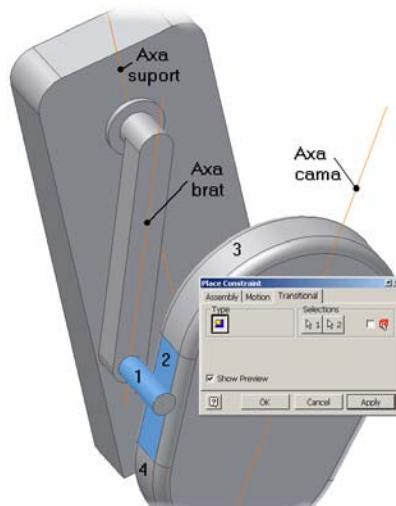
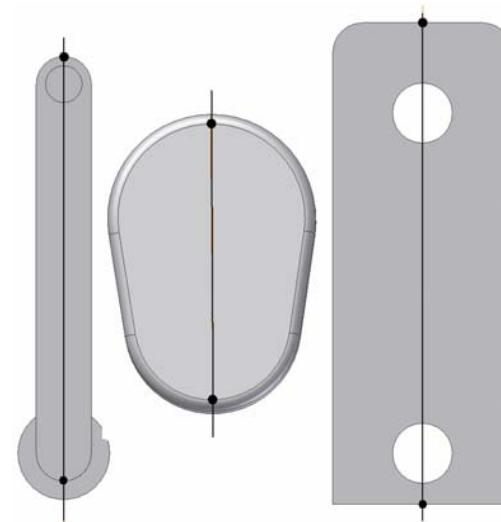

Figura 3.8.7.
Figura 3.8.8.
- aliniere **Transitional** suprafață cilindru $\Phi 4$ **Braț** suprafață laterală plană **camă** – lansare comandă **Constraint**, click punctul 1, click punctul 2, butonul **Apply**, figura 3.8.7. În urma operației, panelul **Browser Bar**, afișat în modul **Modeling View**, este completat cu intrarea **Transitional**; prin această constrângere se impune contactul suprafeței cilindrului $\Phi 4$ cu suprafața 2, inclusiv cu cele tangențiale acesteia (3, 4) precum și simetricele lor; astfel, prin acest tip de constrângere, deși ca a două suprafață de contact a fost selectată numai suprafața laterală plană 2, Autodesk Inventor extinde menținerea contactului și pe suprafețele din continuarea acesteia, adică pe toată suprafața laterală a camei.
Pentru fiecare dintre cele trei componente se va crea câte o axă, figura 3.8.7, care va fi utilizată în continuarea aplicației. Crearea unei axe se declanșează prin butonul **Work Axis** din panelul **Part Features**, urmat de punctarea a două puncte caracteristice, exemplificate grafic pentru fiecare componentă în figura 3.8.8.